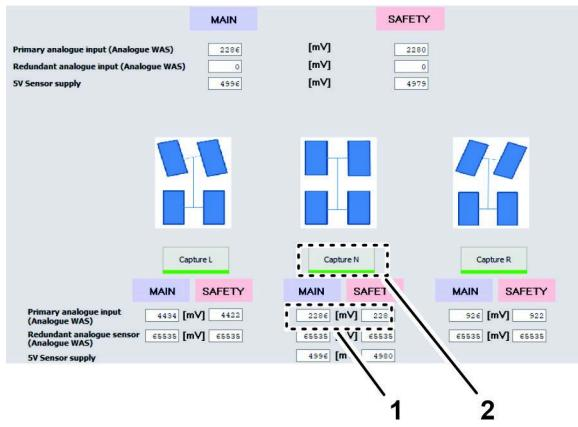

Figura 150
- Haga clic en el ícono CAPTURA N (Figura 150).